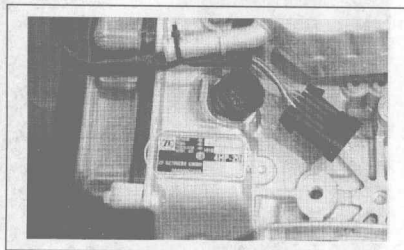

图1-13 ZF 4HP自动变速器型号标记
① 宝马ZF 4HP22 EH。德国ZF公司生产,前进档个数为4。控制类型“H”代表液压控制,齿轮类型“P”代表行星齿轮,额定转矩 $22\text{N}\cdot\text{m}$ 。末尾的“EH”表示电液控制类型,如图1-13所示。
② 通用公司自动变速器型号。该公司自动变速器的型号主要有4T60E、4L60E等。第一位阿拉伯数字表示前进档的个数,“4”表示有4个前进档。第二位字母表示驱动方式,“T”表示自动变速器横置(Transverse);“L”表示后置后驱动。第三、四位数字表示自动变速器的额定驱动转矩。第五位字母表示控制类型,“E”表示电子控制。